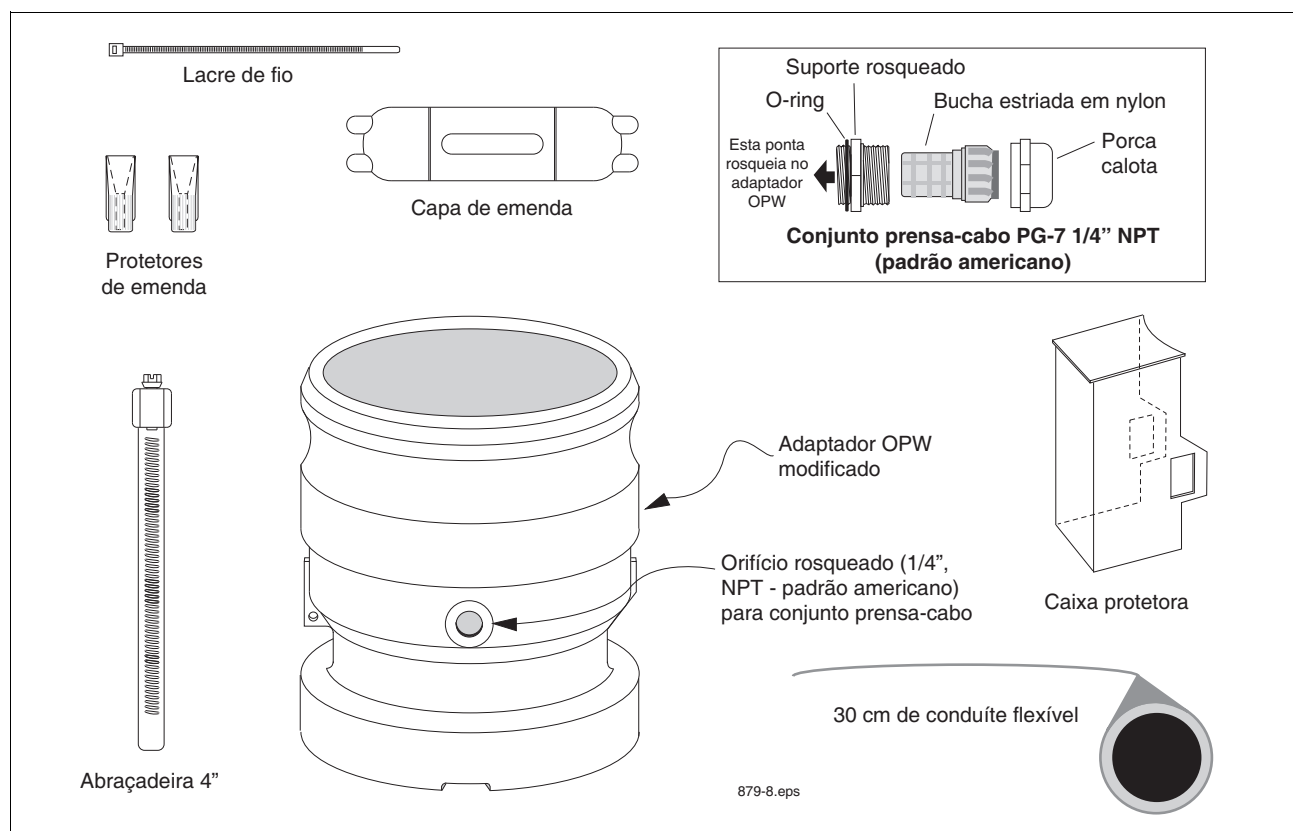

Figura 9. Kit de instalação de sonda Mag em extrator de vapor com adaptador de junção
Este kit contém as peças necessárias para instalação de uma sonda Mag no tubo pescador do extrator de vapor que tem adaptador de junção (peças listadas na Tabela 5 e ilustradas na Figura 9):
10. Passe o conjunto prensa-cabo PG7 (primeiro o anel em O) pelo cabo e rosqueie-o no orifício de rosca do adaptador de junção (ver Figura 9 na página 16 para montagem correta do conjunto prensa-cabo PG7).